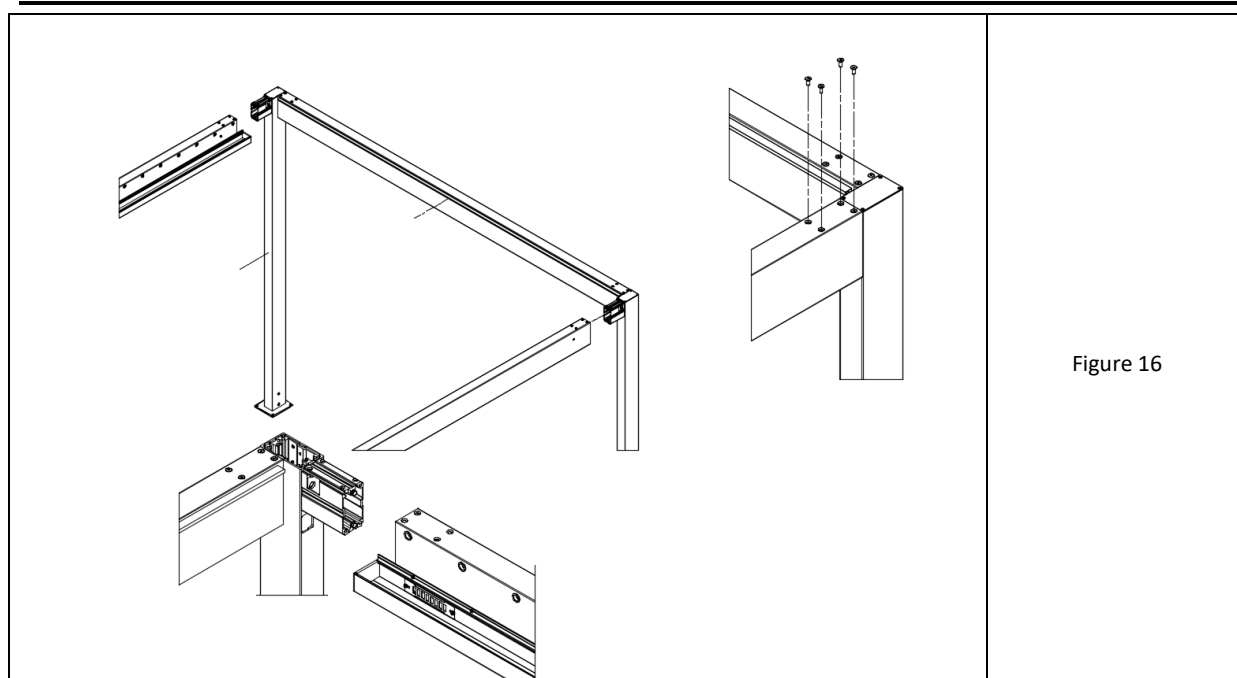

Figure 16
6. Vissez les extrémités insérées des poutres longitudinales à l'os du cadre transversal du côté de la chambre supérieure de la poutre à l'aide de vis à tête fraisée M8 x 20 avec douille à six pans creux, conformément à la figure 16.
Attention : les colonnes avec drain ont un trou carré sous l'ossature (fig.16 en bas). Lors de l'insertion des poutres longitudinales, des profils de drainage rectangulaires dépassent des poutres aux extrémités. Ils doivent être soigneusement insérés dans le profil du poteau lors de la mise en place.